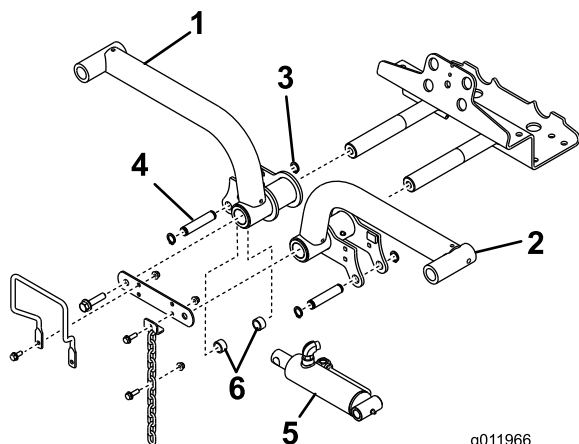

Figura 15
- Insira os braços de elevação nas hastes de articulação dos braços de elevação (Figura 15) e fixe cada uma ligação do veio da articulação do braço de elevação e os parafusos anteriormente retirados.
6. Fixe a extremidade direita do cilindro de elevação no braço de elevação direito com um pino e 2 espaçadores (Figura 15). Fixe-a com um anel de retenção.